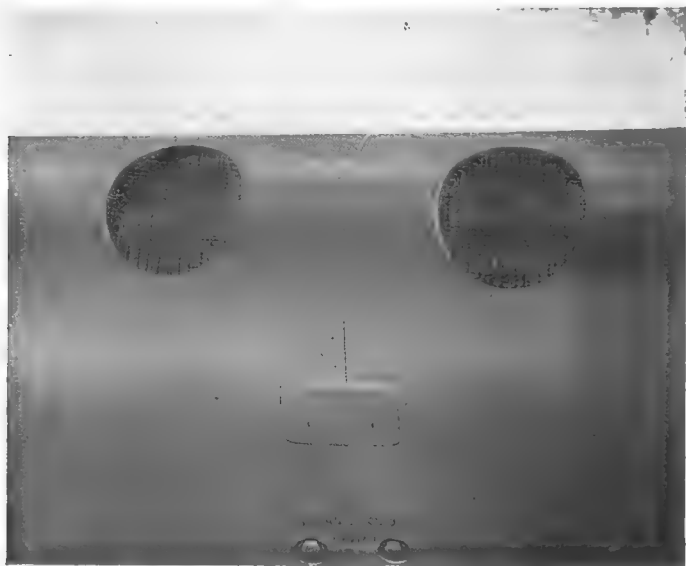

Fig. 45
I 4 radiatori (16) a nido d'api a forma cilindrica hanno una superficie frontale di  $\text{dm.}^2$  7,07, una superficie radiante di  $\text{m.}^2$  3,8 e sono sistemati sul bordo d'attacco dell'ala, due a destra e due a sinistra (fig. 45).
Nei punti più bassi delle tubazioni e in corrispondenza dai radiatori sono previsti dei tubi con tappi che permettono lo scarico dell'olio (fig. 45), nei filtri invece sono installate valvole (6) per il carico e lo scarico.